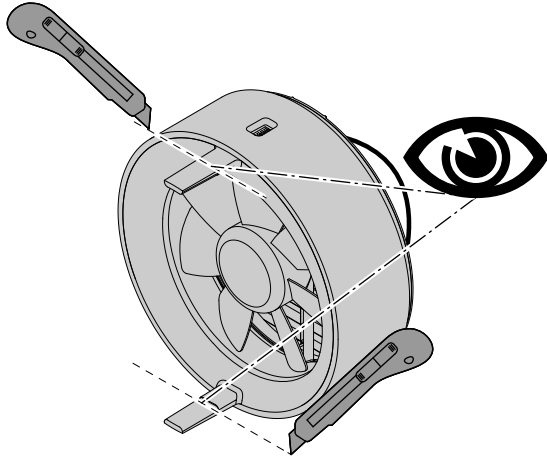

Abb. 11
- Ventilator: „SW 2.4“, siehe Aufkleber auf dem Abstandhalter des Ventilators (Abb. 11)
3. Abstandhalter des Ventilators an den Markierungen kürzen: Siehe Abb. 11.